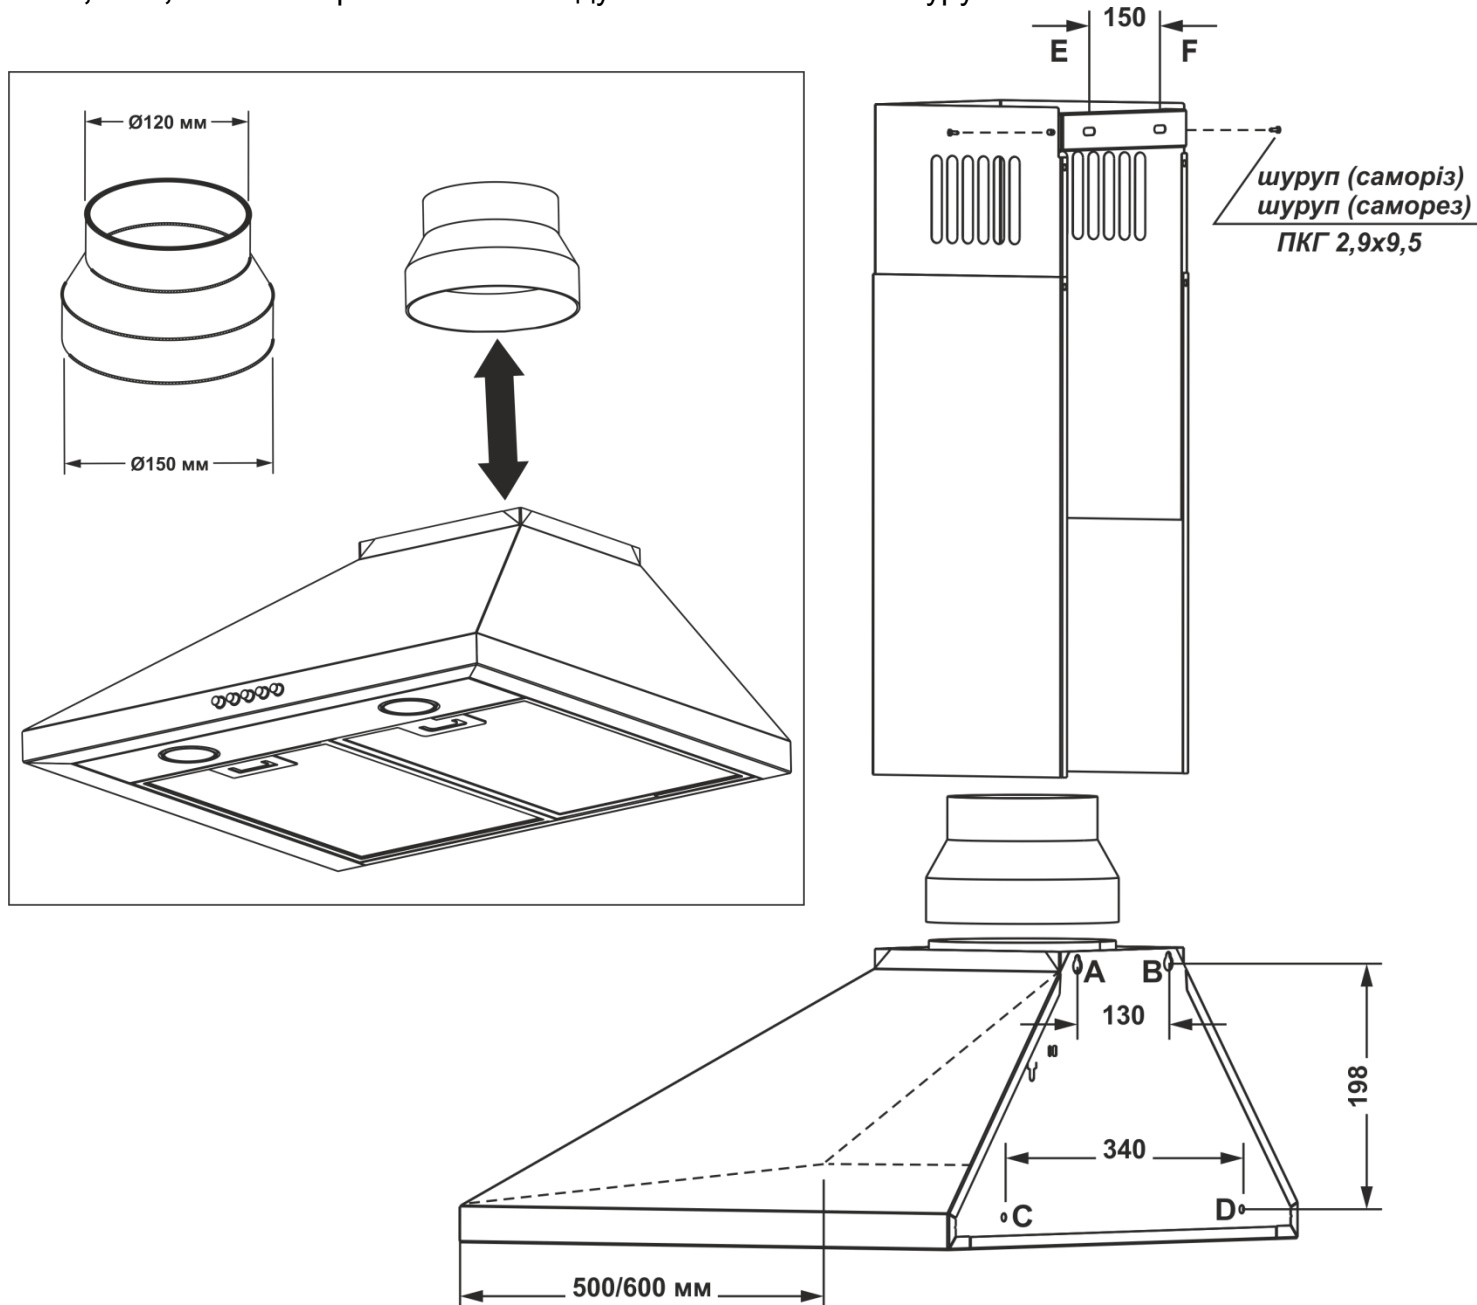

Рис.4
6.3 Проведите разметку крепежных отверстий корпуса на стене кухни. Для этого изготовьте бумажный шаблон с координатами 4-х отверстий на задней стенке корпуса (точки А, В, С, D); приложите шаблон к стене на необходимой установочной высоте, указанной ранее, и выровняйте по уровню (рис.4).
6.8 Вставьте кожух дымохода в нишу корпуса так, чтобы он закрывал воздуховод вентиляции, и разметьте по пазам планки кожуха **2 отверстия под крепления (т. Е, F)**_(рис.4).
6.11 Установите кожух в нишу корпуса, совместите с планкой кожуха и соедините их с боков **2-ма шурупами (саморезами) ПКГ 2,9x9,5** (рис.4).